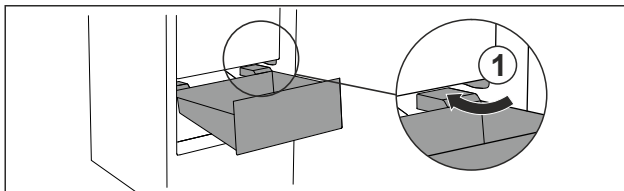

Fig. 87
- ▶ Predal speljite poševno okrog zaustavljalnikov Fig. 87 (1).